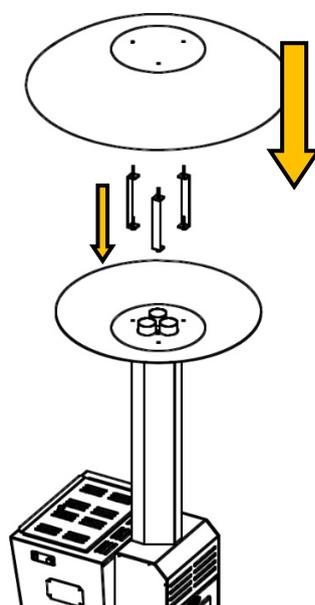

Fig. 5
- 4 Appoggiare i tre supporti e la parabola superiore, poi fissare il tutto (*Fig.5*)